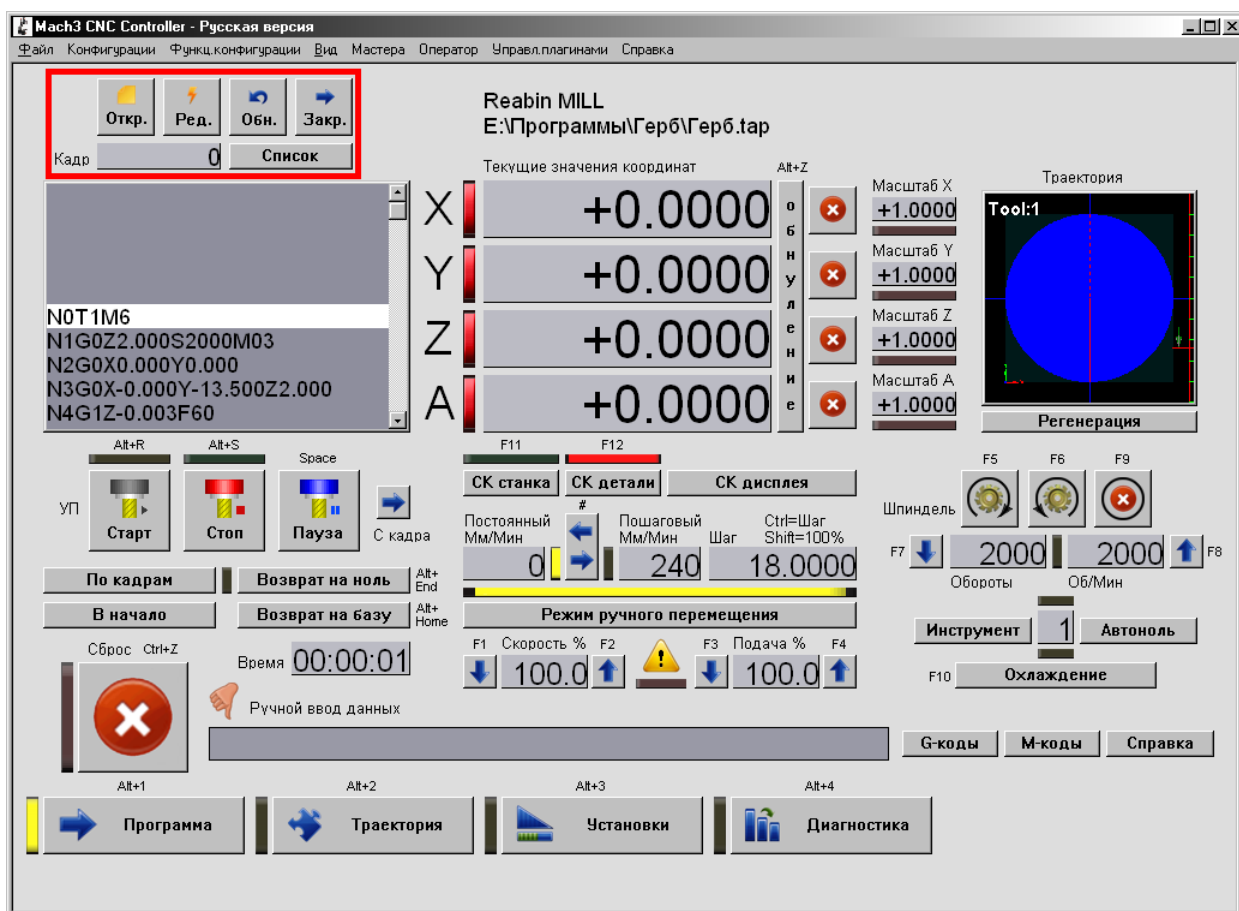

Рис. 5. Группа кнопок для работы с УП.
3.1.1 В левой верхней части рабочего окна расположена группа кнопок для работы с УП. Назначение кнопок (**Рис. 5**):